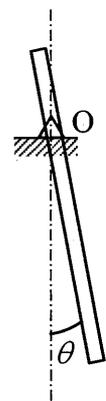

図1
問題5. 質量 m 、長さ l の一様な細長い棒がある。図1に示すようこの棒の上端点から $l/3$ の位置を支点として振り子にした。重力加速度は g として、以下の問いに答えよ。(25点)
(2) 図1に示すように微小な角度 θ をつけてそっと手を離すと振り子運動した。この時の周期 T について、 g 、 l を用いて表せ。
(3) 図1の状態では振り子が振動している際に、支点を加速度 a で下方向に動かした場合、周期 T' を g 、 l 、 a を用いて表せ。但し、加速度 a は重力加速度より小さい。